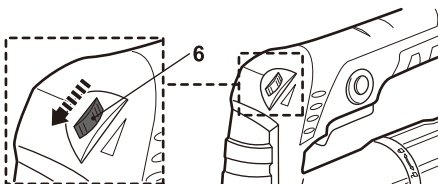

Fig. 8
> Gire el selector de velocidad (6) hacia la izquierda (visto desde la posición del operador) para incrementar la velocidad máxima (Fig. 8).